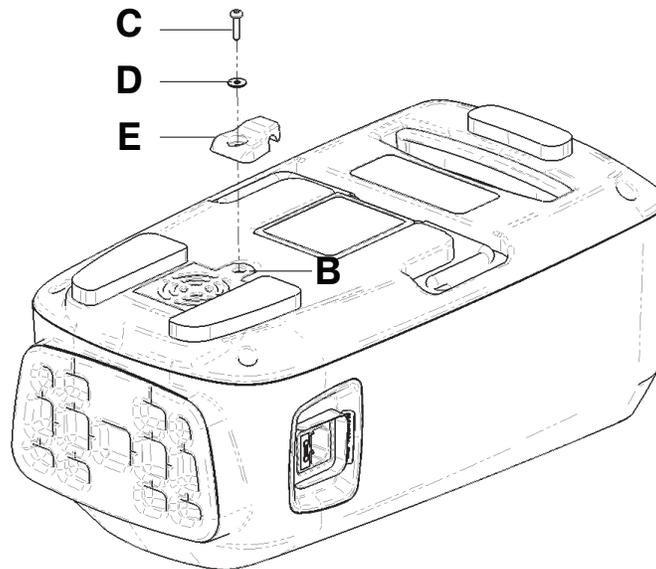

Figure 13 – Installer le clamp en P du cordon d'alimentation de la pompe
5. À l'aide d'une clé Torx T20, installer la vis delta fournie (C) (0023-162-000), la rondelle plate (D) (2941-007-002) et la poignée flexible de rétention du cordon d'alimentation (E) (2941-007-004) pour fixer la porte d'accès au filtre à air (B) au capot arrière (Figure 13).